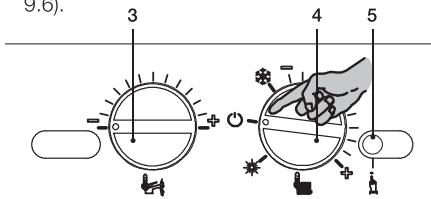

Рисунок 9.6
- Установите регуляторы панели управления так, как показано на рисунке (см. Рисунок 9.6).
- Чтобы получить доступ к функции «трубочист», войдите в режим программирования, нажав и удерживая в течение 15 с кнопку сброса 5 (Рисунок 9.6) до появления параметра P01.
- Нажмите кнопку сброса 5 (Рисунок 9.6) и пролистайте параметры, пока не дойдете до параметра, предназначенного для настройки функции «трубочист». На ЖК-дисплее последовательно отобразятся следующие символы (параметр P09 будет загораться поочередно с 00).